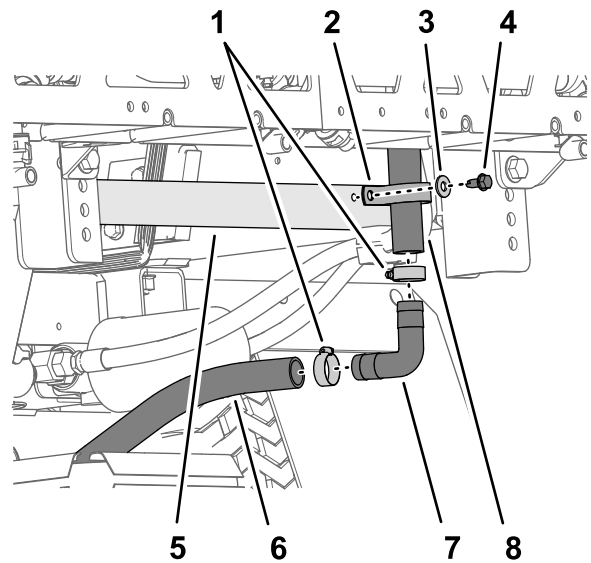
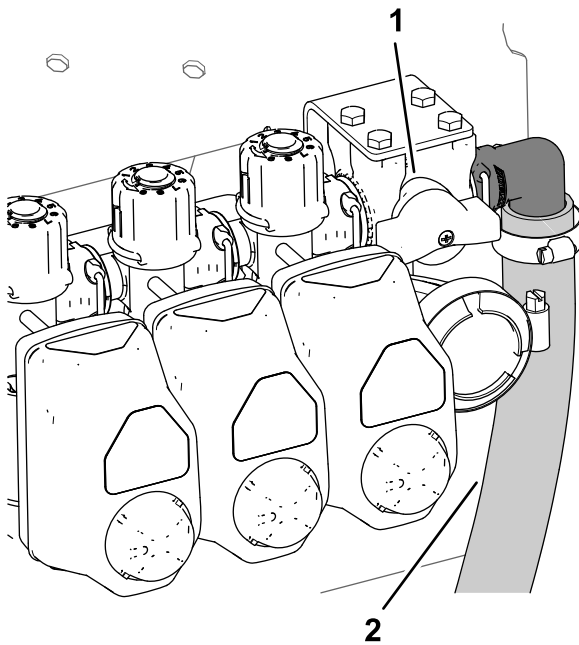

Bild 41
Bild 40
- Entfernen Sie die zwei Schlauchklemmen, mit denen der obere und untere Überlaufschlauch am gezahnten 90° Anschlussstück befestigt ist (Bild 41).
- Entfernen Sie das gezahnte 90° Anschlussstück von den Schläuchen (Bild 41).
- Entfernen Sie am unteren Ende des oberen Überlaufschlauchs die Bundkopfschraube (5/16" x 3/4"), die Scheibe (5/16") und die R-Klemme, mit denen der obere Überlaufschlauch an der hinteren Sattelplatte der Maschine befestigt ist (Bild 40 und Bild 41).